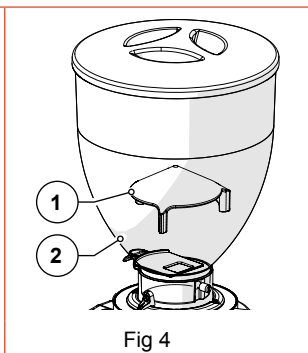

Fig 4
• Cogumelo anti-intrusão na tremonha de alimentação do café (Fig 4)